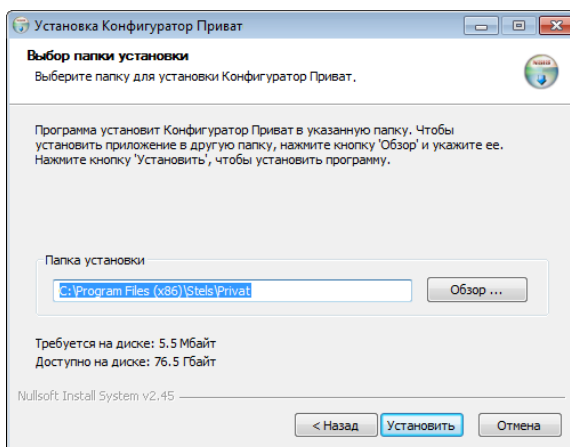

Рисунок 7.2 — Выбор пути
- 4) В следующем окне (см. рисунок 7.2) задайте путь к папке установки программы *Конфигуратор Приват* (рекомендуем использовать путь, указанный по умолчанию) и нажмите кнопку *Установить*.